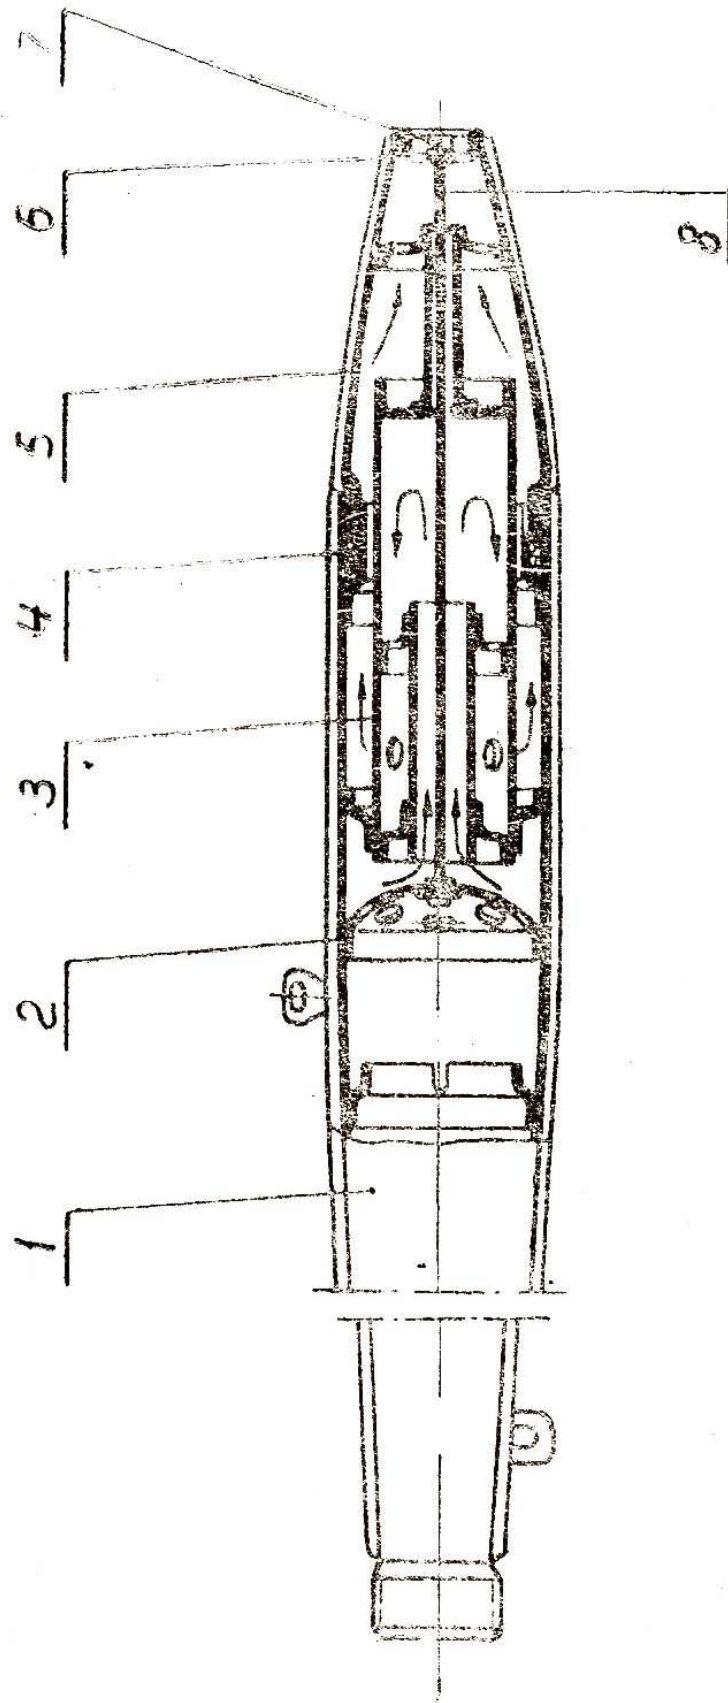

Рис. 9. ГЛУШИТЕЛЬ:
4. ГЛУШИТЕЛЬ. На мотоцикле установлен разборный глушитель шума выпуска (рис. 9). Для удаления нагара с акустического фильтра необходимо отвернуть гайку 7, снять решётку 6 со шпильки, отсоединить хвостовик 5, вынуть фильтр 3 и удалить нагар. Сборку произвести в обратном порядке.